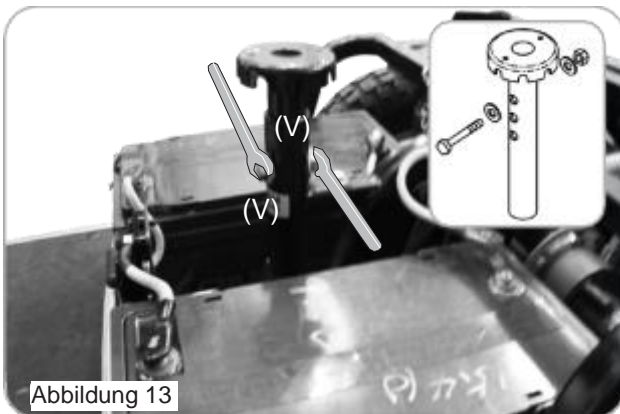

Abbildung 13
2. Entfernen Sie die Schraube samt Mutter und Unterlegscheibe von der Sitzsäule (V) (Abbildung 13).
3. Stellen Sie die Sitzsäule (V) auf die gewünschte Höhe ein, und verschrauben Sie sie mit Schraube, Mutter und Unterlegscheiben (Abbildung 13).